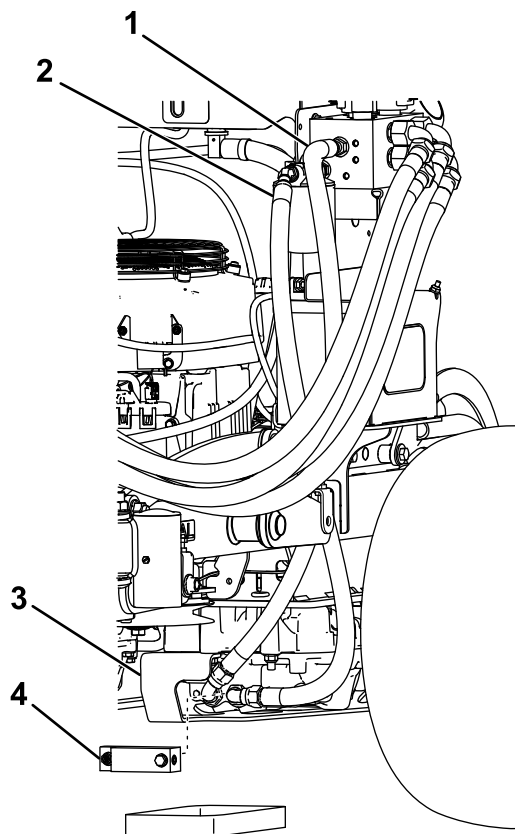
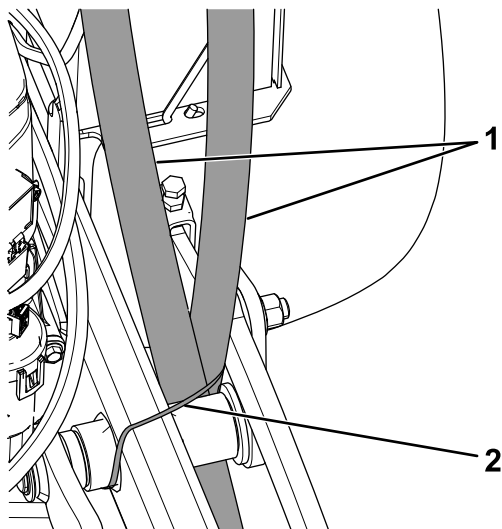

Figure 12
Figure 13
- Placez un bac de vidange sous le bloc collecteur de la transmission hydrostatique gauche (Figure 12).
- Déposez le bloc collecteur (Figure 12).
- Faites passer le flexible du filtre entre le bras de levage et le cadre (Figure 13), et branchez-le à l'orifice externe de la transmission hydrostatique (Figure 12).
7. Faites passer l'extrémité libre du flexible dans l'orifice P du collecteur entre le bras de levage et le cadre (Figure 13), puis branchez-la à l'orifice interne de la transmission hydrostatique (Figure 12).
8. Attachez les flexibles au cadre avec un serre-câble (Figure 13).